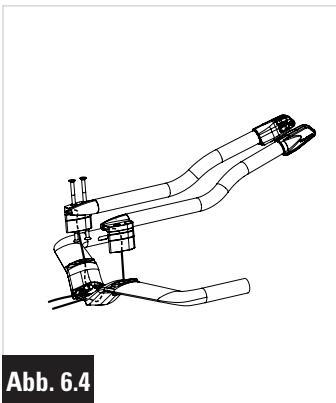
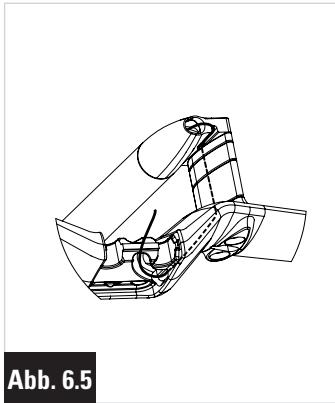

Abb. 6.4
Abb. 6.5
- 3- **Montage der Verlängerungen am Lenkerbügel.** Kabel in den länglichen Öffnungen an der Befestigung der Verlängerungshalterungen bis zu den Mittelbohrungen des Lenkerbügels führen (Abb. 6.4). Kabel in den Verlängerungen spannen und in die Rille in den Verlängerungshalterungen legen (Abb. 6.5). Kabel auch im Lenkerbügel spannen und die Verlängerungshalterungen am Lenkerbügel festschrauben.